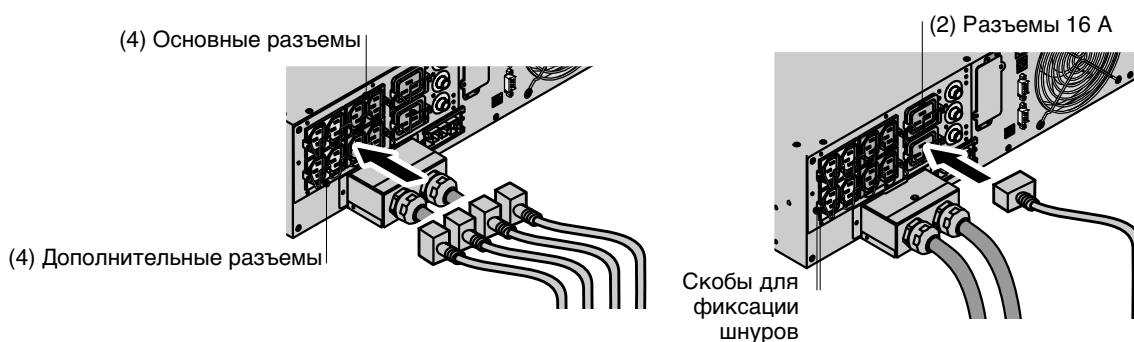

Рисунок 23. Подключение кабелей питания (модели EU)
8. Подключите оборудование, для которого требуется обеспечить защиту, к соответствующему выходному разъему ИБП с помощью прилагаемых кабелей (для получения дополнительной информации о сегментах нагрузки см. страницу 38). См. Рисунок 23.